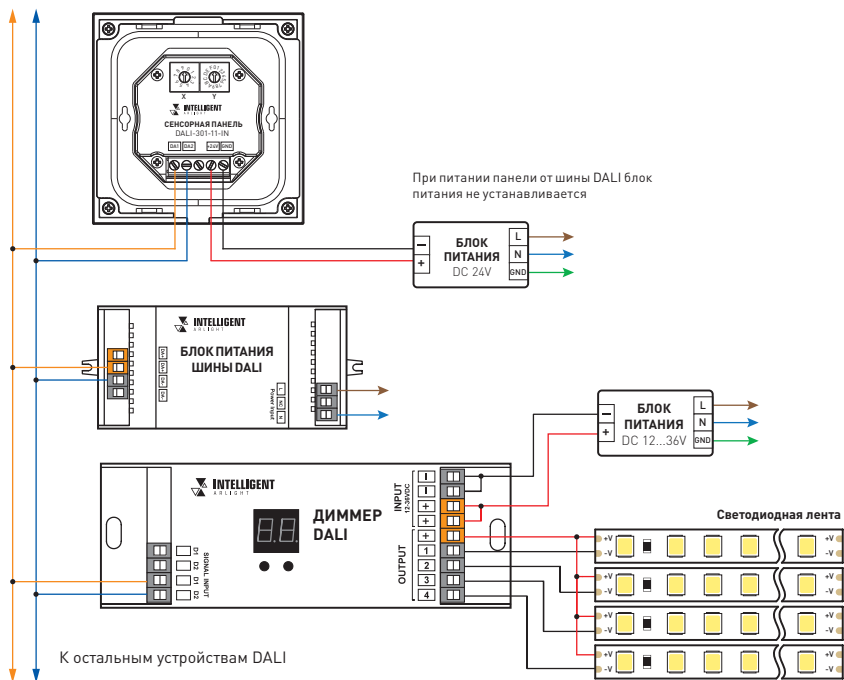

Рис. 3. Подключение сенсорной панели
- ▼ Подключите панель в соответствии со схемой (рис. 3). Убедитесь, что схема собрана правильно, все соединения выполнены надежно, отсутствуют короткие замыкания в проводах.